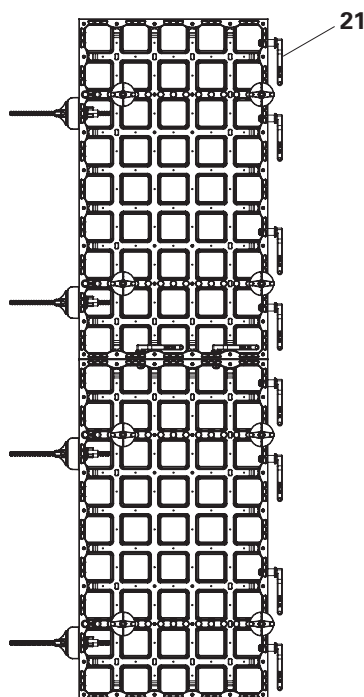

Fig. B9.02b
Monter la filière de compensation DUO 62 (25) dans l'encoche de connexion directement sous les points d'ancrage. (Fig. B9.02b + B9.02c)
Raccorder le coffrage d'about, à l'aide de 4 connecteurs DUO (21) par panneau, au coffrage suivant. (Fig. B9.02b)